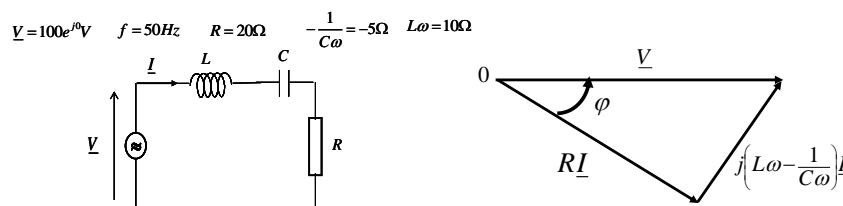

Figure 5 Représentation de Fresnel de V
**Exercice 5.2** On donne le circuit RLC série ci-dessous. Donnez la notation complexe et la représentation vectorielle de la tension à ses bornes (Figure 5). Calculer la valeur efficace I et sa phase  $\varphi$